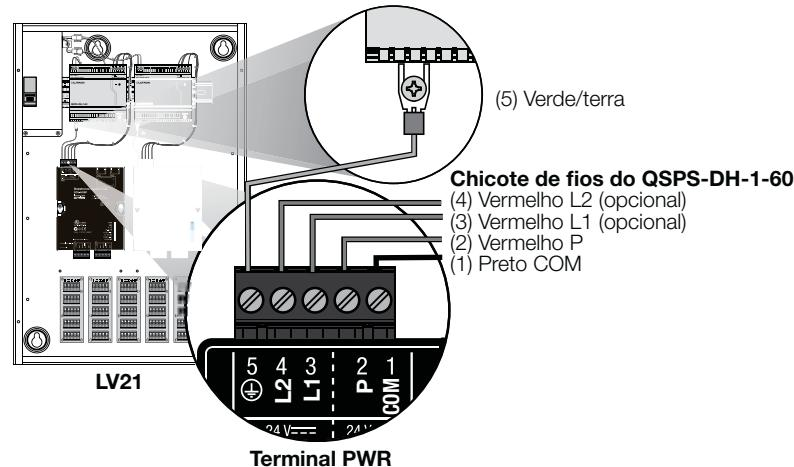

Figura 3 – LEDs de diagnóstico
- Verifique a operação:** confirme se a unidade está recebendo energia, observando o LED PWR na parte frontal. Outras informações podem ser obtidas pelos LEDs adicionais de diagnóstico da unidade. Veja na **figura 3** as explicações dos demais LEDs de diagnóstico.